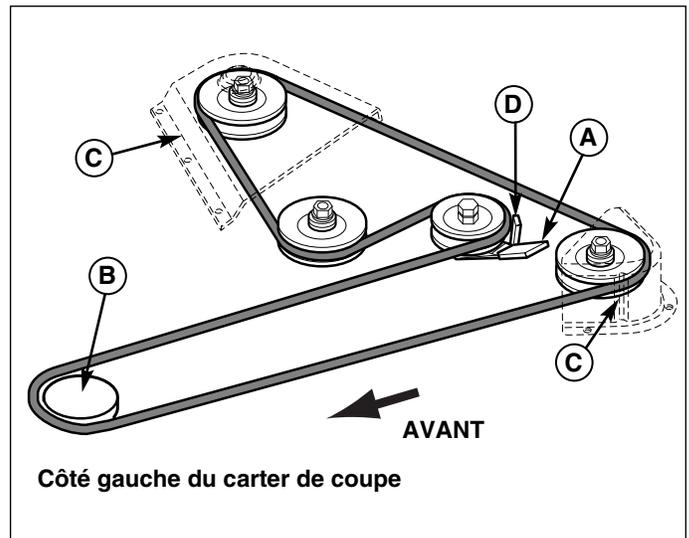

Figure 45. Configuration typique de la courroie sur les carters à trois lames
2. Voir la figure 45. Noter la position des 3 orifices de réglage (A) situés sur le côté de la plaque de freins et les écrous de réglage à filetage autofreinant (B).